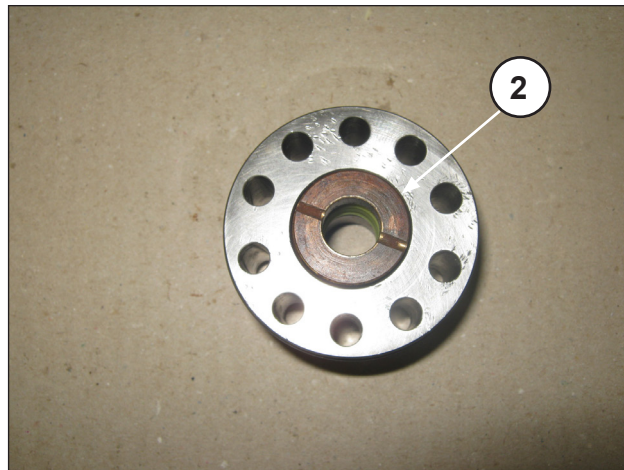
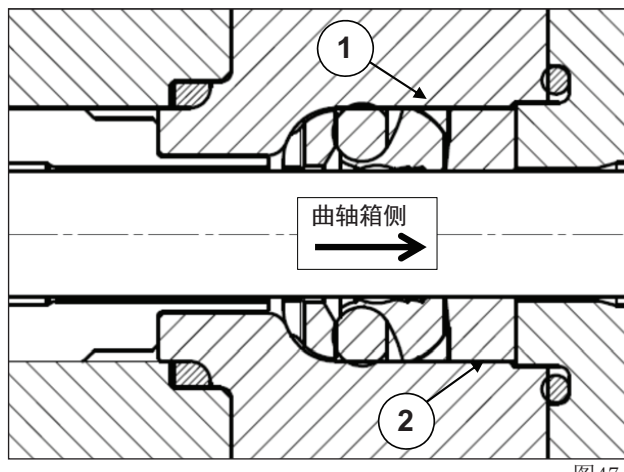
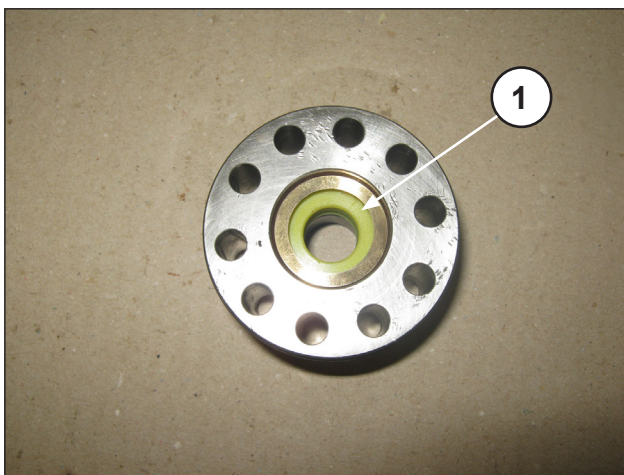

图46
图47
图45
- 在内径涂抹油脂时,必须格外小心地填满密封唇之间的所有唇袋,如图 图45所示。
- 插入抗挤压环①和密封圈衬套②，定位如图45、图46、图47所示。
⚠ 密封圈衬套②插入泵缸套时，排出口必须朝向外部（曲轴箱侧），如图47的图46所示。